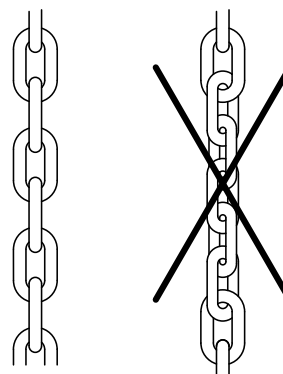

Fig. 2: Verandering van de haspelketting
## Verandering van de lengte van de haspelketting (Fig. 2)
- Bij een verandering van de kettinglengte moet erop worden gelet dat de haspelketting niet verdraaid wordt gemonteerd (fig. 2).